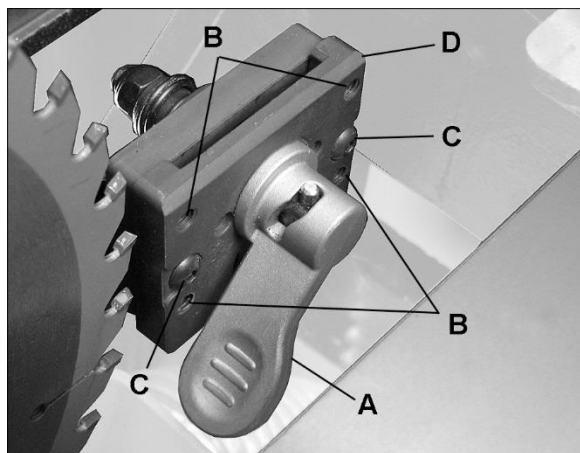

Рисунок 8-8
3. Поднимите рычаг (А, Рисунок 8-8) и снимите расклинивающий нож, отметив, в каком направлении нужно переместить расклинивающий нож, чтобы совместить его с пильным диском.
4. Используйте шестигранный ключ на 3 мм, чтобы отрегулировать четыре установочных винта (В, Рисунок 8-8). Отрегулируйте установочные винты, необходимые для совмещения расклинивающего ножа с пильным диском.
8. Используйте шестигранный ключ на 3 мм, чтобы ослабить два винта (C, Рисунок 8-8). Это позволит зажимной пластине (D) скользить вперед и назад по неподвижному основанию.